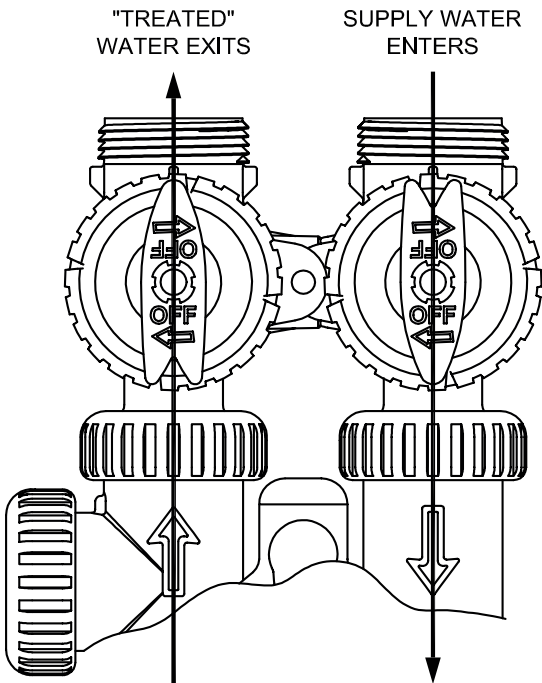

Abbildung 2
2. **Stellung Bypass:** Die Zulauf- und Ablaufgriffe zeigen in die Mitte des Bypasses, das Steuerventil ist vom Wasserdruck im Rohrleitungssystem isoliert. Das Rohrsystem wird mit Rohwasser versorgt. (Siehe Abbildung 2)